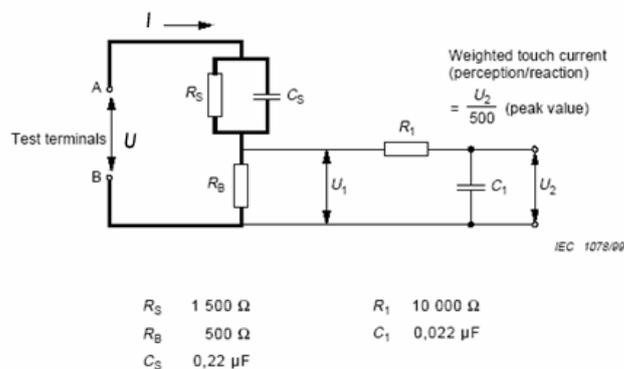
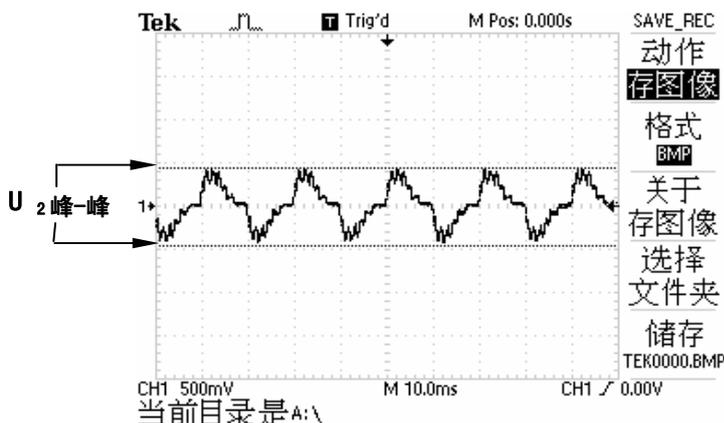
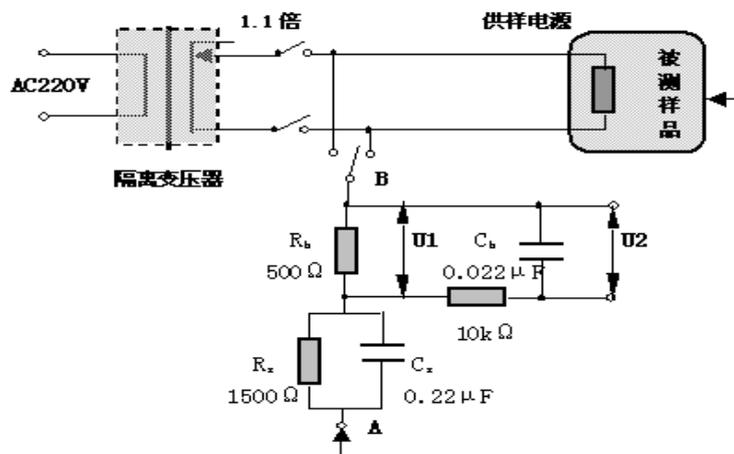

图 1 测试网络（人体模拟阻抗网络）
图 2 接触电流信号波形
图 4 测量示意图
420B 型接触电流测试仪以 Atmel 公司高速的 MCU 进行控制，采用先进的 A/D 转换技术进行采样，LCD 显示各种参数，按图 1 测试网络（即为：GB/T12113 或 IEC60990 标准的接触电流的测试网络的图 4 要求）测量，并通过示波器测量接触电流波形的峰值电压或峰-峰值电压。
由于接触电流信号波形是非正弦波，谐波频率超过 100Hz，见图 2 所示。对于是非正弦的波形，测量其峰值电流相对人体阻抗更准确（见 GB4943-2001 标准 P84 页说明），该仪器采用外接示波器测量法测量电压  $U_2$  的峰值，使得测量接触电流（I）更准确、更实用。
如果外接的示波器测量  $U_2$  电压是峰-峰值，见图 2，则计算公式 (1) 变为计算公式 (2)，即有：
1. 3. 1 测量示意图，见图 4。
综合上述试验标准（GB4943-2001 和 GB8898-2001）要求，设计制作的接触电流测试仪的测试示意图大体一致，见图 4 所示。然而，实际上被测的接触电流信号一般是非正弦波形的，见图 2 所示，欲测量  $U_1$  和  $U_2$  的电压值的有效值或峰值，若用普通电压表测量将不够准确，而应采用示波器等来测量。420B 型